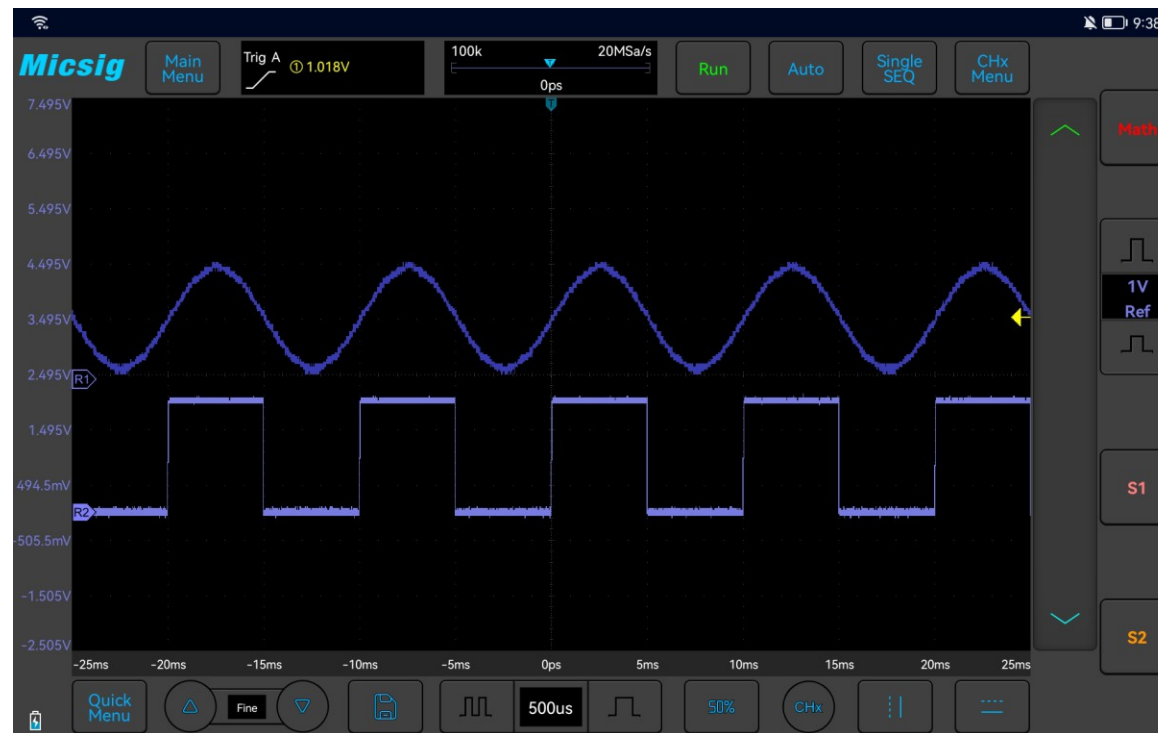

Abbildung 8-6 Aktuelle Referenzwellenform
- 3) Klicken Sie auf den Namen der Referenzwellenformdatei, die aufgerufen werden soll. Die Datei wird in den Kanal R1 geladen. Anschließend wird der Kanal R1 als aktueller Kanalwellenformkanal aktiviert und das Symbol für den Referenzwellenformkanal  hervorgehoben. Der angezeigte Status ändert sich von „Geschlossen“ zu „Geöffnet“. Wie in Abbildung 8-6 dargestellt, wird die hellere Referenzwellenform Wellenform als aktueller Referenzkanal angezeigt.